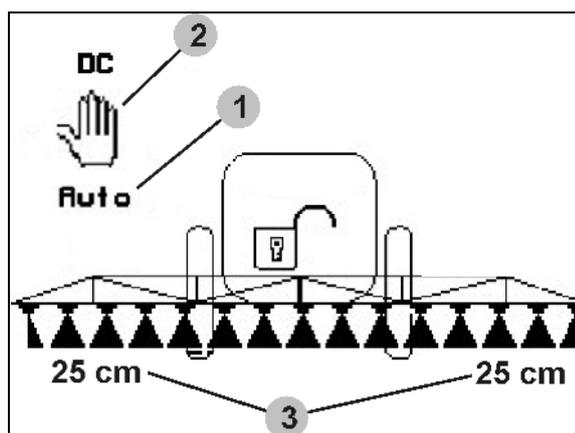

図 73
- 自動モードをONにすると、「Auto」記号 (図 73/1) がディスプレイに表示されます。機械コンピュータは散布ノズルと作物の間の距離を制御します。
- 手動モードでは、記号  (図 73/2) が表示されます。ディスタンスコントロールはOFFになっています。傾きと高さを手動調節することで、散布ノズルと作物の間隔を制御してください。
散布ノズルと作物の距離は作業メニューに表示されます (図 73/3) 。